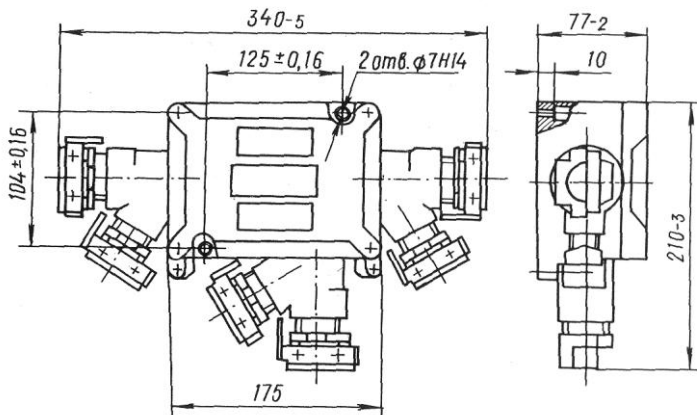

Рис. 1 Ящик клеммный ЯК-163132
2.3 Габаритные, установочные размеры и расположение кабельных вводов приведены на рис. 1, 2, 3, 4, 5, 6, 7, 8.